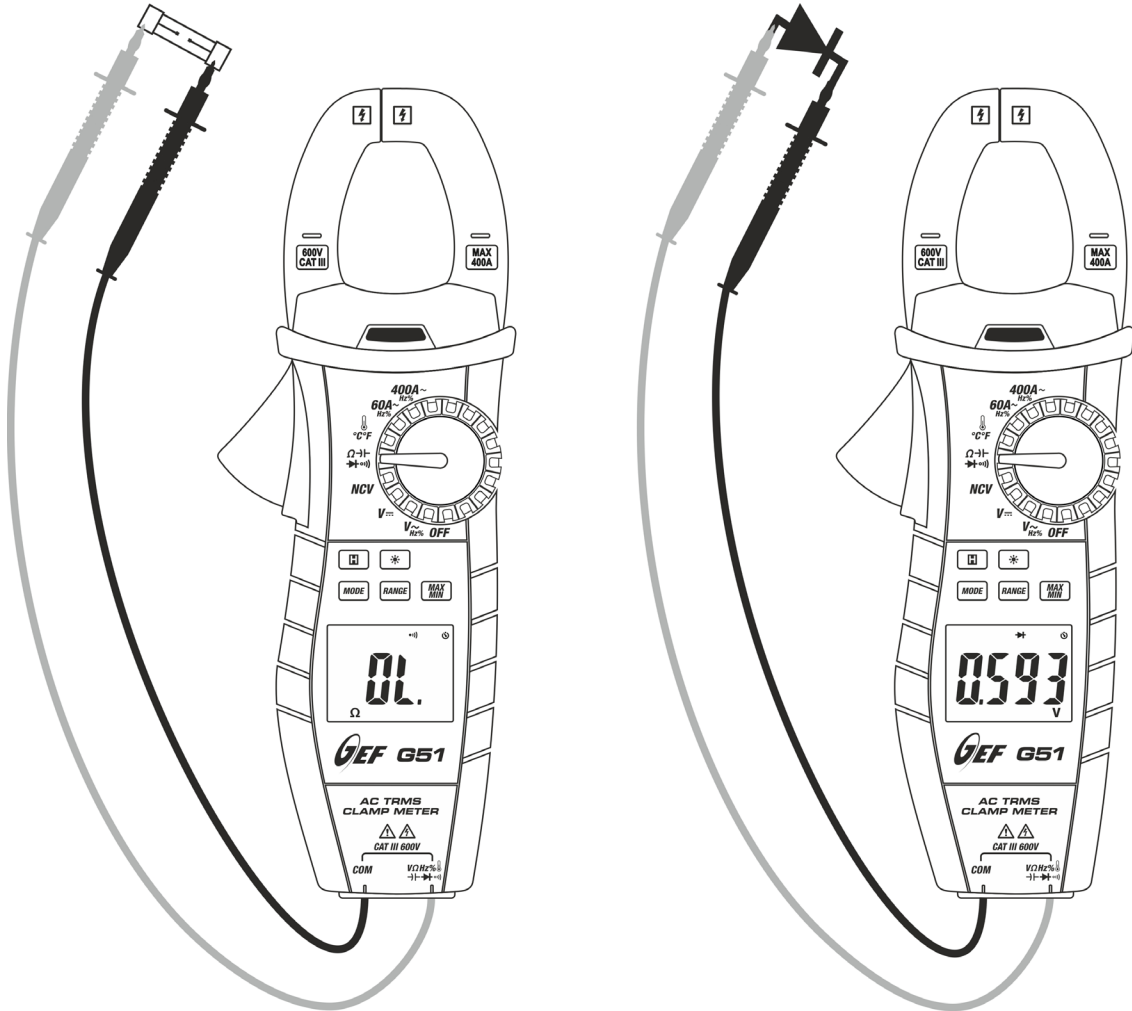

Fig. 8: Uso del instrumento para la prueba de Continuidad y Prueba de Diodos
3. Inserte el cable rojo en el terminal de entrada $\rightarrow \rightarrow \rightarrow \rightarrow \rightarrow \rightarrow$ y el cable negro en el terminal de entrada **COM** y efectúe la prueba de continuidad sobre el objeto en prueba (vea Fig. 8 – parte izquierda). El indicador acústico emite una señal acústica cuando el valor de la resistencia medida es inferior a aproximadamente 30Ω
5. Conecte la punta roja al ánodo del diodo y la punta negra al cátodo en caso de medida de polarización directa (vea Fig. 8 – parte derecha). Invierta la posición de las puntas de prueba en caso de medida de polarización inversa